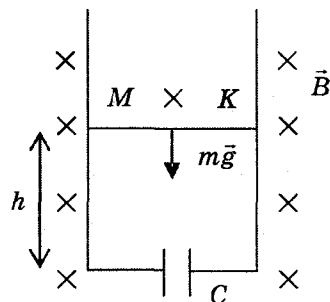

Рисунок 11
**Задача 6.** В однородном горизонтальном магнитном поле индукцией  $\vec{B}$  расположены на расстоянии  $l$  два вертикальных металлических стержня, замкнутых на конденсатор ёмкостью  $C$ . По стержням с высоты  $h$  начинает скользить металлическая перемычка МК массой  $m$  (рис. 11). Определите, какую скорость будет иметь перемычка, достигнув конденсатора.